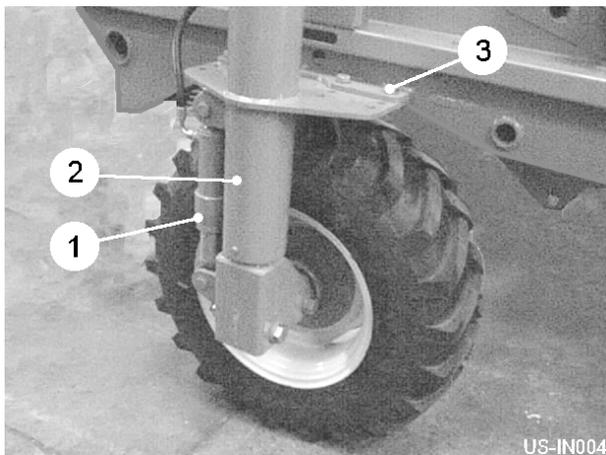
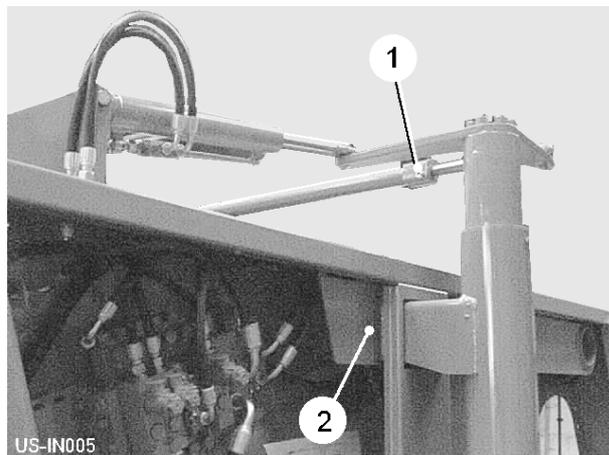

Fig 6
Fig 7
Los dos interruptores de nivel de eje operan el LH y RH nivelando arietes (item 1, fig 6). Cambiar de lugar el interruptor to left bajará la máquina de equipo de LH. Cambiar de lugar el interruptor to the right levantará la máquina.
Cada rueda es llevada por un pilar de pierna de volante (item 2, fig 6) que los pilares tienen una pestaña inferior chapar conteniendo a series of hoyos máxima de fijación. Cambiar de lugar los pilares o resplandeciente ajusta que los centros de volante convengan al ancho de cama seleccionado. Ambo piernas de volante deben ser puesto a los mismos puestos de agujero con el propósito de que las ruedas se quedan simétricas sobre el centreline de la máquina. Levantar equipo debe ser usado when preparar las ruedas.
Suelte el rod de pista cerrando con llave perno (item 1, fig 7) y retire el placa de pestaña instalando pernos (item 3, fig 6 & item 2, fig 7). Usando equipo levantando, slide el pilar de pierna al puesto requerido cuidadosamente. Repare los pernos en aumento (item 3, fig 6 & artículo 2, fig 7) a través del hoyo relevante en los placas de pestaña. Repita el procedimiento para la rueda contigua. Definitivamente, ponga el rod de pista a la longitud y asegurado usando el perno correcta de cierre. Asegure que todos elementos básicos son reforzados completamente después de que los ajustes han sido terminados.